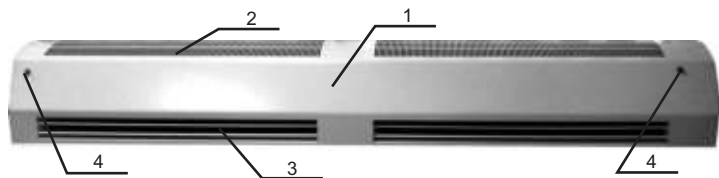

Рис.1. Воздушно-тепловая завеса
5.1 Завеса состоит из корпуса 1 (см. рис.1), изготовленного из листовой стали, покрытой высококачественным полимерным покрытием. Внутри корпуса расположены вентилятор и теплообменник из медных трубок с насадными алюминиевыми ребрами. Теплообменник установлен на входе воздуха в завесу. Вентилятор всасывает воздух через переднюю перфорированную стенку корпуса 2, поток воздуха, проходя через теплообменник, нагревается и выбрасывается через решетку 3 в виде узкой направленной струи. Управление вентилятором завесы осуществляется с выносного пульта управления (см. рис.2). На верхней стенке завесы расположены патрубки DIN 1/2" для подвода и отвода теплоносителя. Патрубки с резьбовыми заглушками 4 предназначены для слива теплоносителя при горизонтальной установке и выпуска воздуха при вертикальной установке завесы.
6.3 В задней стенке корпуса завесы имеются 2 пары пазов: для горизонтальной установки и для вертикальной. За эти пазы завеса навешивается на предварительно вмонтированный в стену крепеж. В качестве крепежа рекомендуются шурупы или болты с диаметром шляпки от 11 до 14 мм. Для дополнительной фиксации или установки на кронштейны на задней стенке имеются четыре резьбовых отверстия М6. Установочные и габаритные размеры завесы см. рис.1 Приложения.